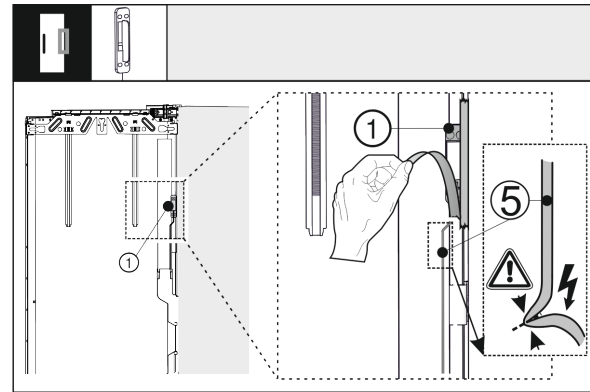

Fig. 40
- ▶ Vabastage koputussensor Fig. 40 (1) välisukselt. Ärge kahjustage ühenduskaablit Fig. 40 (5).